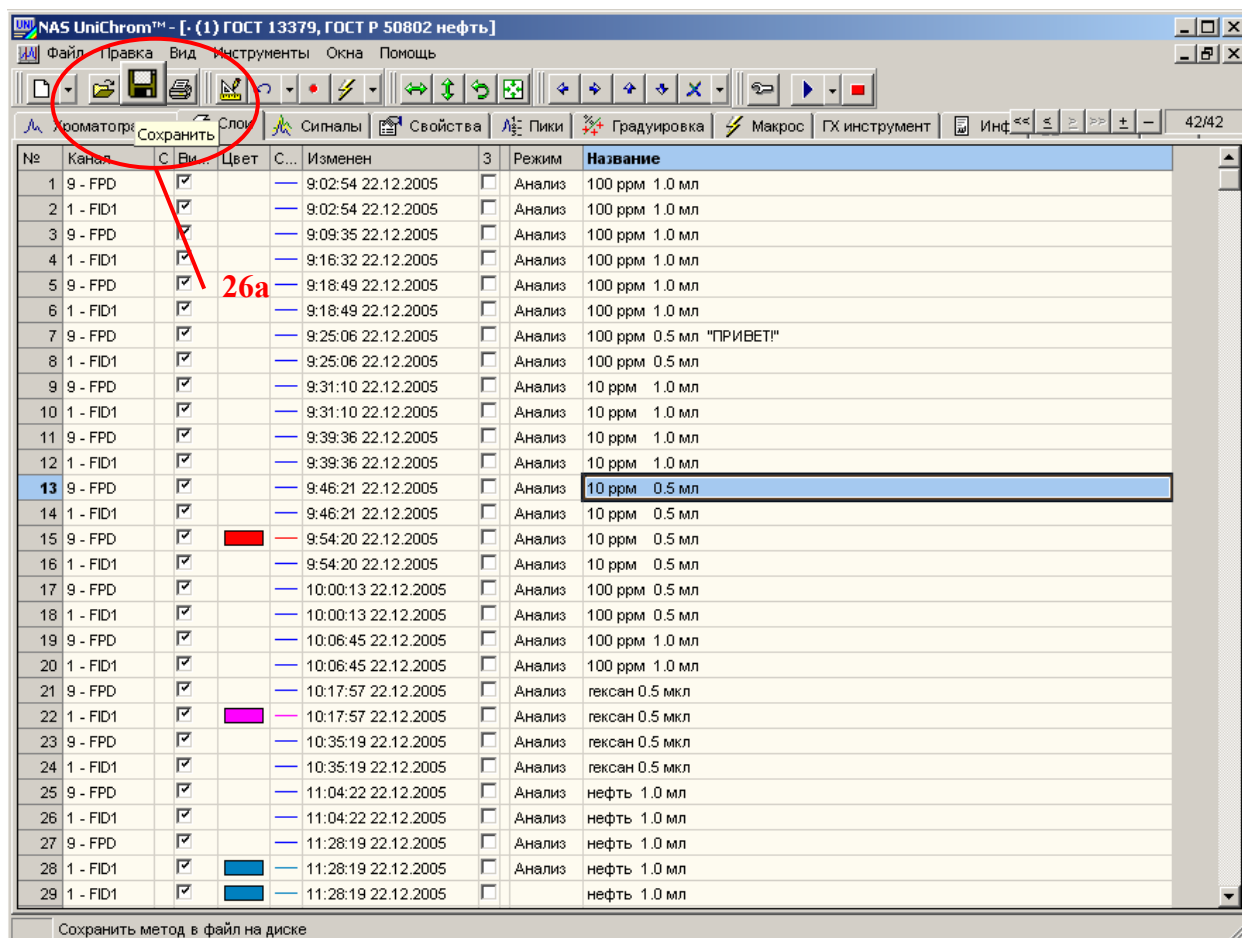

Рис. 42. Пересохранение файла метода на диск под тем же именем.
- Щёлкните левой кнопкой мыши по данному элементу (см. Рис. 42).